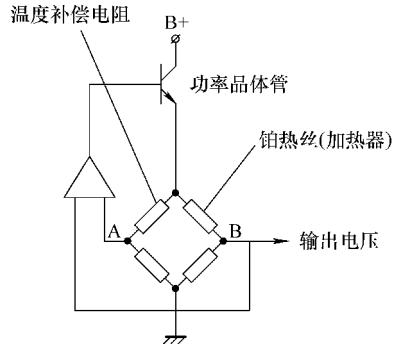

图 5-32 热线式空气流量传感器工作原理
(2) 工作原理 如图 5-32 所示，铂热丝和温度补偿电阻形成桥式电路，并且通过功率晶体管，使 A 和 B 两端之间的电压差保持相等来维持铂热丝的预定温度。